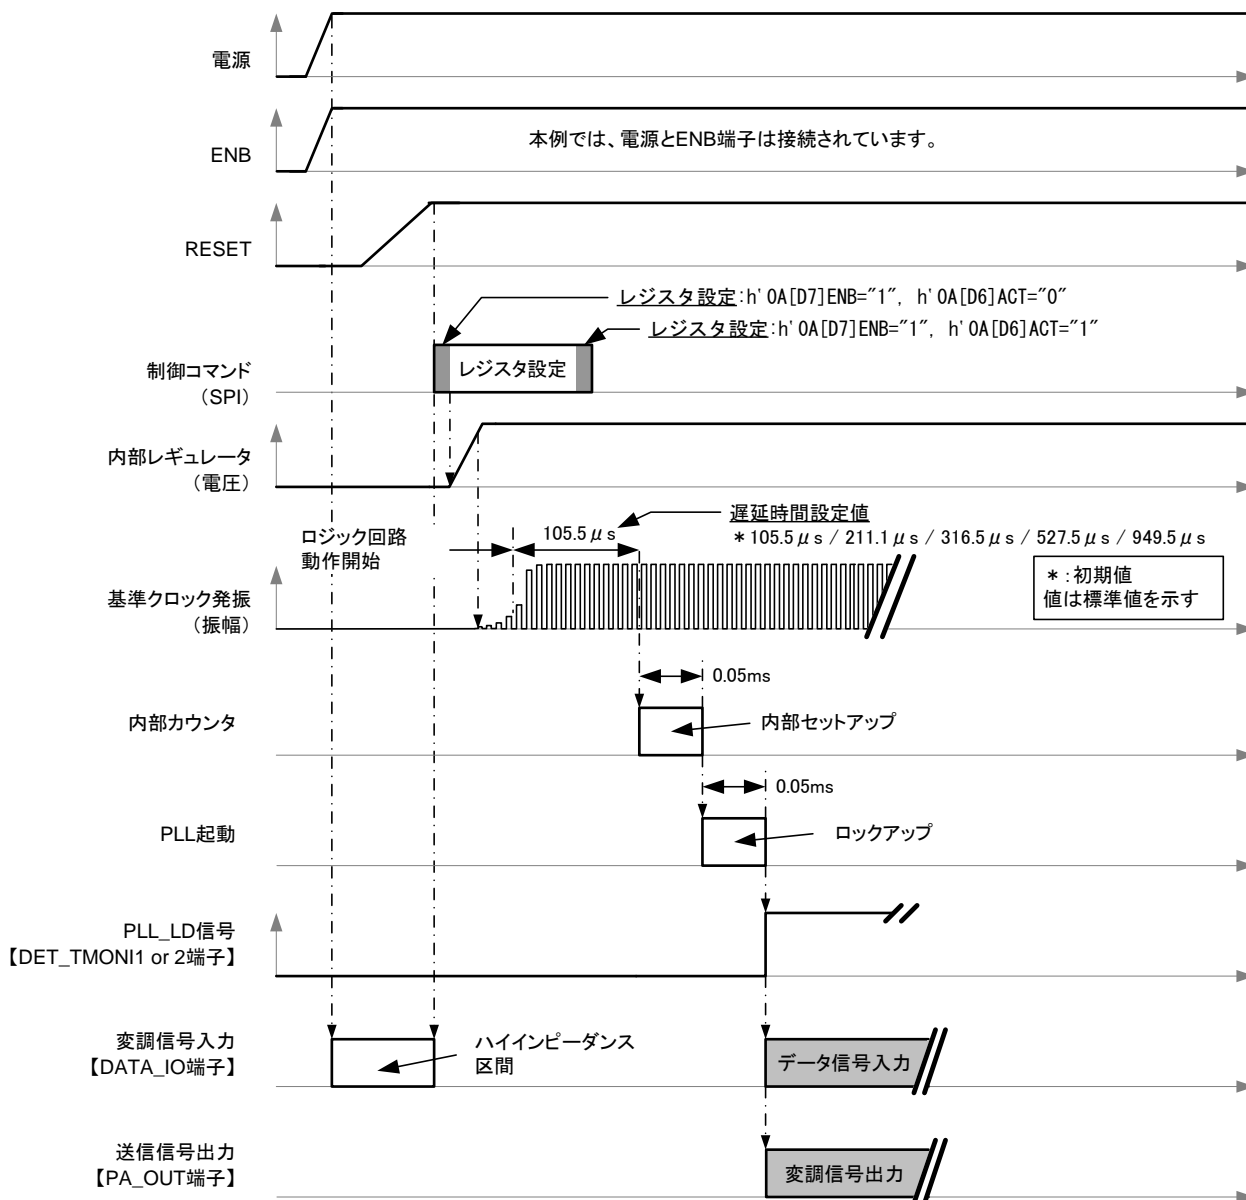

図 6-30 タイミングチャート例(SPI 制御設定送信モード)
バッテリーセーブ～スタンバイ状態から送信動作状態に移した場合は図 6-30 に示します。
- ・起動時間の短縮のために、スタンバイ状態を経由せずに動作状態への遷移も可能です。この方法では、ENB 端子="H"、h'0A[D7]ENB="1"、h'0A[D6]ACT="1"、とした上で他のレジスタを設定します。ただしこの方法の場合、レジスタ設定と IC の内部セットアップが重なると誤動作する場合があります。これを避けるには、SPI の通信速度を十分に速くするか、あるいは図 6-30 の方法を選択してください。